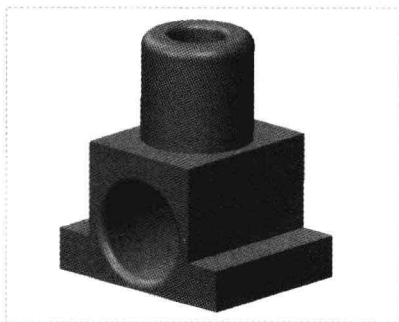

图 16-16 创建倒圆角特征 3
Step 06 单击“应用并保存在工具中所做的所有更改，然后关闭工具操控板”按钮，完成倒圆角特征的创建，如图 16-16 所示。